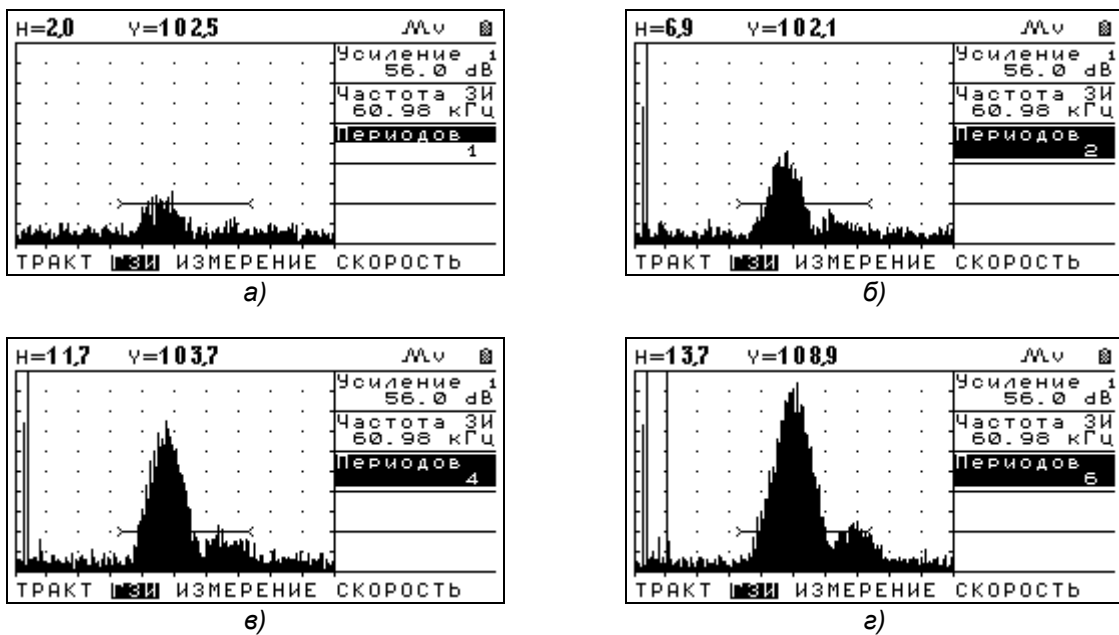

Рис.2-4 Теневой режим, Преобразователи 60кГц а) 1 период ЗИ; б) 2 периода; в) 4 периода; г) 6 периодов
**Замечание:** На рисунках выше виден эффект от увеличение числа периодов импульса возбуждения. Максимальная амплитуда импульса соответствует рис.2-4г (при 6 периодах амплитуда сигнала на экране возрастает на 11,7 дБ по сравнению с рис.2-4а)